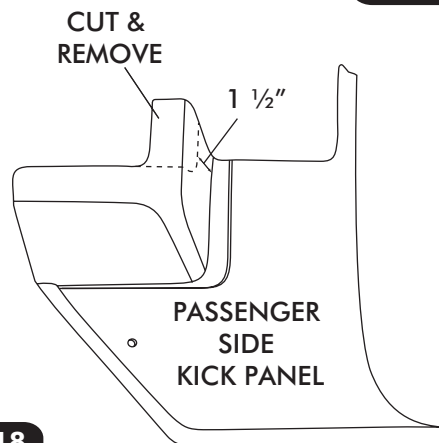

FIGURE 18
- ☐ MODIFY PASSENGER SIDE KICK PANEL AS SHOWN IN FIGURE 18 BELOW.